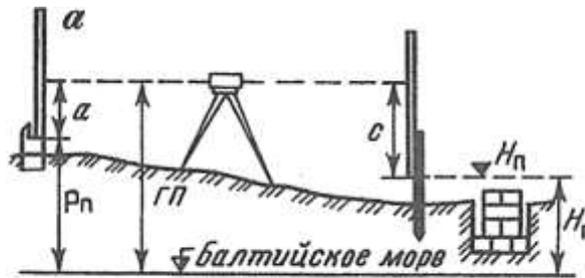

Рис. 1. Схема разбивки и контрольных высот фундамента
5. Выставьте проектную высоту верха фундамента на обноске (рис. 1), если высота репера $P_n = 49,535$, отсчет по рейке $a = 0883$, проектная высота фундамента $H_n = 48,214$.